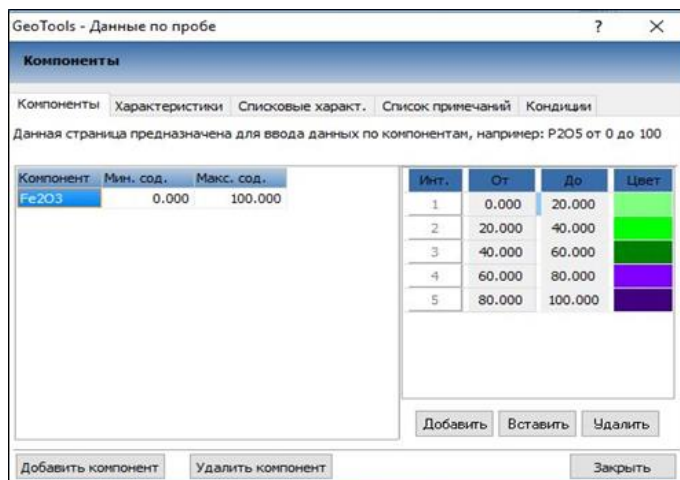

Рис. 6.5. Добавление данных по пробе
15.1. На вкладке **Компоненты** при помощи кнопки **Добавить компонент** задайте диапазон минимального и максимального содержания для каждого компонента (в процентном отношении) согласно рис. 6.5.
15.2. Диапазон содержания разбит на более мелкие интервалы и заданы произвольные цвета (рис. 6.5). **Добавить/удалить компонент** можно как с помощью кнопок **Добавить комп./Удалить комп.**, так и командами контекстного меню.